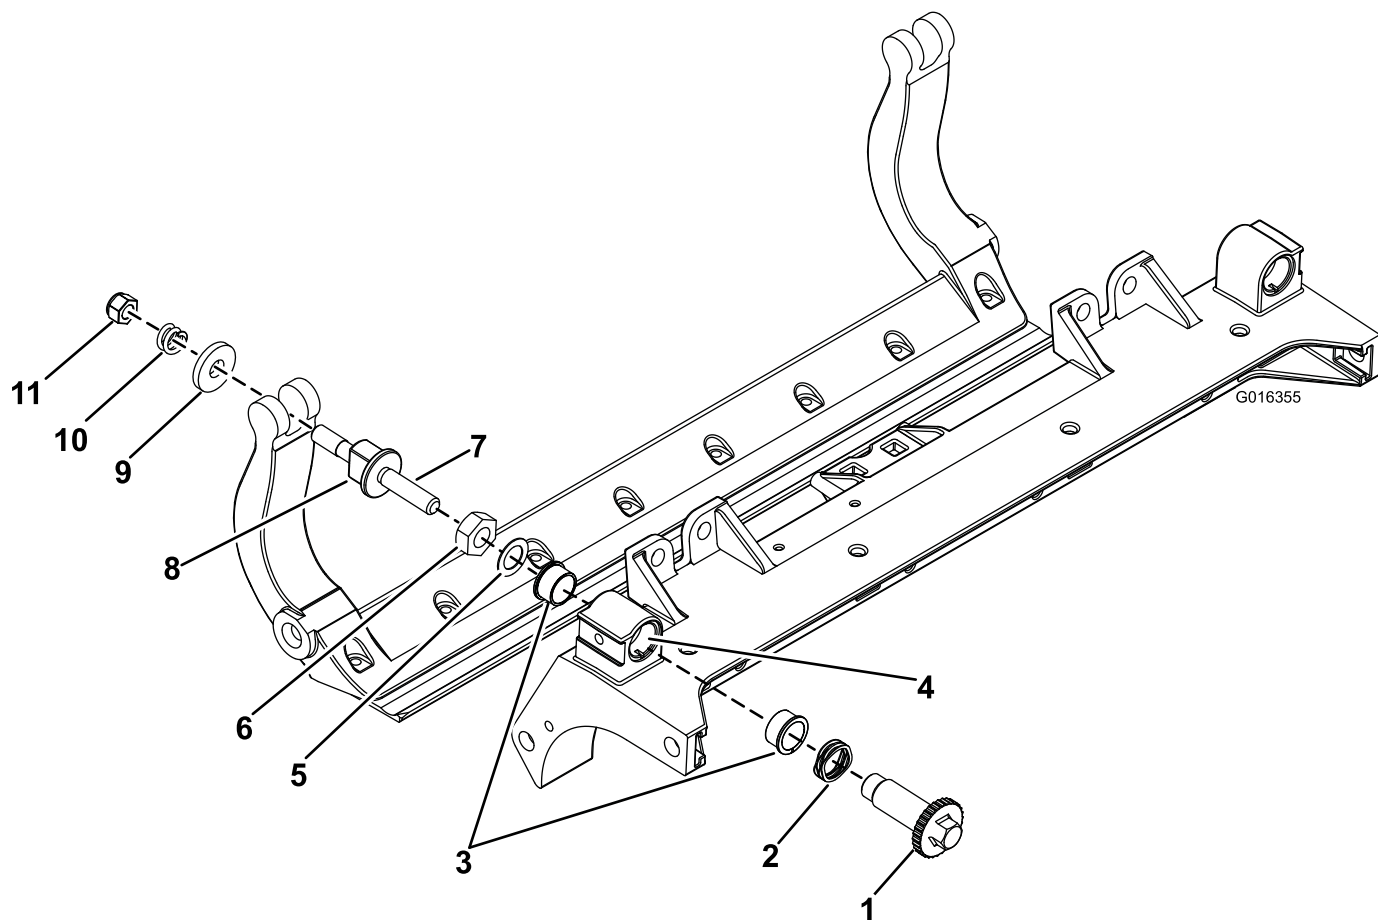

图 35
1. 拆除所有零件请参阅 HD DPA 套件型号 120-7230 安装说明和图 35。
2. 将防粘剂涂抹到滚刀组中心滚刀组框架图 35 的轴套区内侧。
3. 将凸缘轴套上的键与机架的槽对准然后安装轴套图 35。
4. 将一个波形垫圈安装到调节器轴上然后将调节器轴滑入滚刀组机架中的凸缘轴套内图 35。
5. 用扁平垫圈和锁紧螺母固定调节器轴图 35。上紧锁紧螺母扭矩至 2027N·m。
- B. 在两个尼龙垫圈的外侧各放一个钢垫圈图 35。